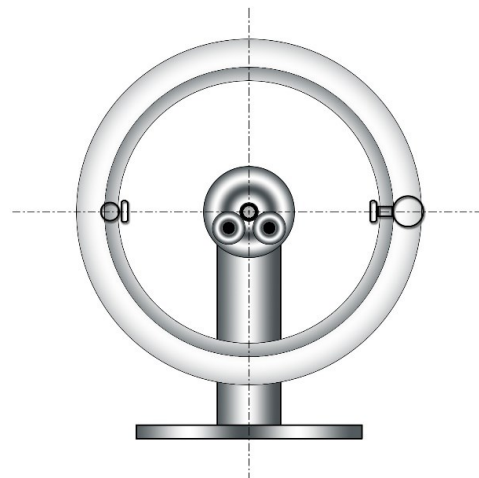

Figure 4 : Correspondance
- Enlevez maintenant le poids d'équilibrage appliqué (étape 5). Avec un peu de chance, le déséquilibre de la jante sans pneus et la jante avec des pneus est supprimé. Pour atteindre ce point, tournez le pneu sur la jante jusqu'à ce que les deux points de déséquilibre soient opposés l'un de l'autre (les deux points marqués comme indiqué sur la Fig. 4 sont opposés). Maintenant, la roue complète est équilibrée. Normalement, vous n'avez besoin que de l'un des deux poids de pondération. Le poids doit être appliqué jusqu'à ce que la roue complète reste en position de repos. Ce faisant, vous devriez faire attention à utiliser le moins de poids possible, le poids devrait être uniformément réparti sur les deux côtés de la jante. Si un poids total de plus de 50 g est nécessaire, vous devez réclamer le pneu.